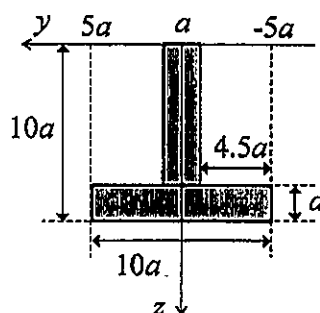
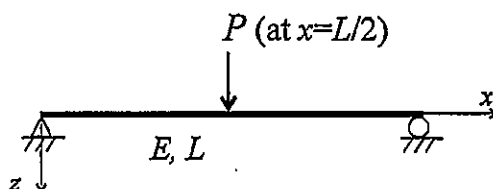

Fig. 1-1
Fig. 1-2
1. 均質な逆 T 型断面 (Fig. 1-1) を持つ長さ  $L$  の単純梁 (Fig. 1-2) について、次の問 1) - 4) に答えよ。座標は右手・右ネジ系である。
Answer the questions 1)-4) about a simply-supported beam (Fig. 1-2) with length of  $L$  and with an inverted T-shape cross-section (Fig. 1-1) with homogeneous material. Notice that the beam is located under the right-handed coordinate.
- 1) Fig. 1-1 に示す、逆 T 型断面が図中の  $y$ - $z$  軸上にあるとき、(i) 中立軸 ( $Y$ - $Z$  軸) 原点と、(ii) 中立軸 ( $Y$ - $Z$  軸) に対する  $Z$  方向曲げに対する断面二次モーメント  $I_Y$  を求めなさい。
Calculate (i) the neutral axis ( $Y$ - $Z$  axis) and (ii) the second moment of area  $I_Y$  in the bending to  $Z$ -direction against the neutral axis ( $Y$ - $Z$  axis) of the inverted T-shape cross-section initially located in the  $y$ - $z$  axis in Fig. 1-1.
- 2) Fig. 1-2 に示す長さ  $L$ 、曲げ剛性  $EI$  の片持ち梁で、集中荷重  $P$  が  $x=L/2$  に作用するとき、梁の曲げモーメント分布  $M(x)$  をもとめよ。
Calculate bending-moment distribution  $M(x)$  of the simply-supported beam (Fig. 1-2) with a concentrated load  $P$  applied at the mid-span of the beam, i.e.,  $x=L/2$ .